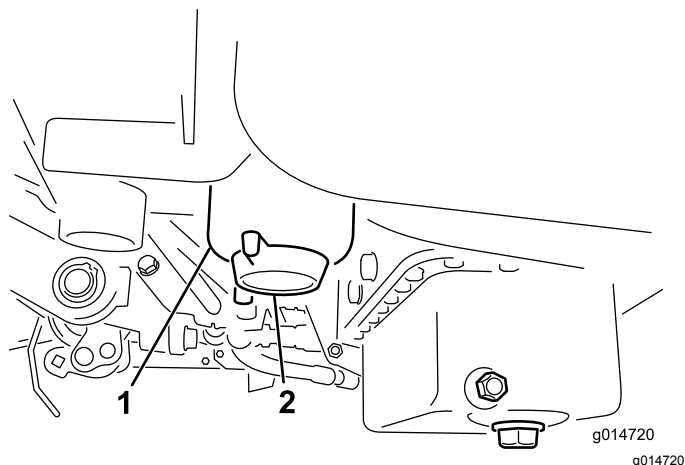

Figura 48
2. Limpe a zona de montagem do recipiente do filtro (Figura 48).
4. Abra o tampão de escoamento do filtro (Figura 48).